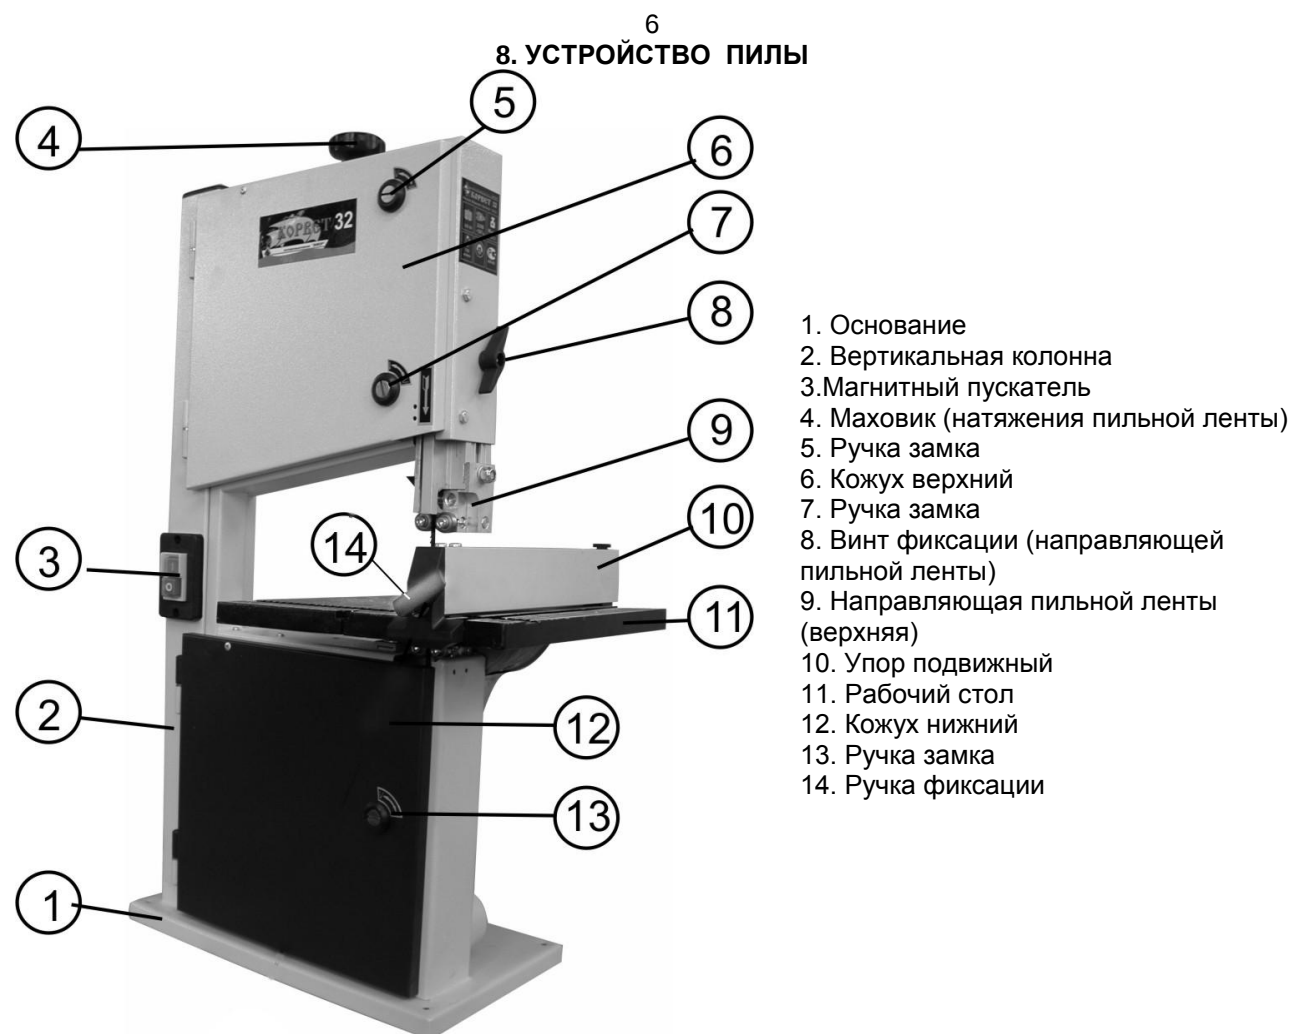
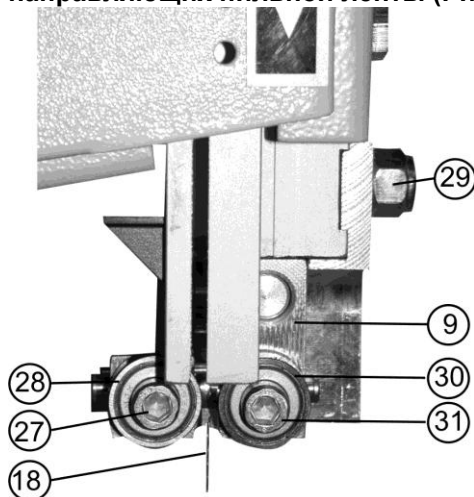

Рис. 2
Рис. 9
- Переносить пилу необходимо вдвоем или при помощи подъемных механизмов и приспособлений, учитывая массу пилы (см. Табл.1) и только за основание (1), Рис. 2.
13.2. Контроль за подшипниками (Рис. 9, 10).
- очищайте смолу, накапливающуюся на рабочем столе (11), Рис. 2, направляющих пильной ленты (9) и (32) (Рис. 9, 10) и подшипниках (28, 30, 34, 40, 35). (Не используйте растворители).
- 12.1.2. Поместите заготовку на рабочий стол (11). Проверьте плавность движения и равномерность прилегания заготовки к подвижному упору (10) и рабочему столу (11), Рис. 2, 5.
12.3. Пиление (Рис. 2, 3)
- 12.3.6. При выполнении прямолинейных, продольных или поперечных пилений заготовка обязательно должна плотно лежать на рабочем столе (11) и, кроме того, опираться на подвижный упор (10). Позиция подвижного упора (10) определяется заданным размером детали. Подвижный упор (10) должен быть точно выставлен и жестко зафиксирован, Рис. 2.
- 9.1.2. При установке пилы на верстаке для обеспечения устойчивости пила должна быть надёжно прикреплена к верстаку через специальные отверстия в нижней части основания (1), Рис. 2. Для этой цели необходимо установить болтовые соединения. Обязательно используйте при креплении плоскую и пружинную шайбы на каждый болт (не комплектуется).
- 10.3. Установка маховика натяжения пильной ленты (Рис. 2)**
- Маховик (Д), Рис. 1, установите, как показано на Рис. 2, позиция (4).
11.3.2. Убедитесь, что обе направляющие (9 и 32), Рис. 9 и 10, отведены от пильной ленты (18) (см. п. 11.5.), и пильная лента (18) натянута (см. п. 11.4.).
11.5. Регулировка нижней и верхней направляющих пильной ленты (Рис. 9, 10)
11.6.1. Для выполнения качественной работы, уменьшения нагрузки на пильную ленту (18) и обеспечения техники безопасности при выполнении пиления заготовки, нижний край направляющих подшипников (28 и 30), Рис. 9, верхней направляющей (9) необходимо установить на высоте не более 3 мм от заготовки.